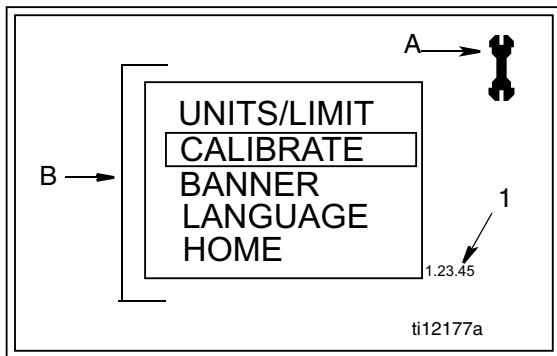

FIG. 12
Ecran de configuration principal (FIG. 12)
Caractéristiques de l'écran principal (FIG. 12)
2. Ensuite, Appuyez en même temps sur le bouton ENTREE situé au milieu (b) (FIG. 11). Maintenir les deux boutons appuyés jusqu'à ce que l'Ecran de configuration principal illustré en FIG. 12 s'affiche.